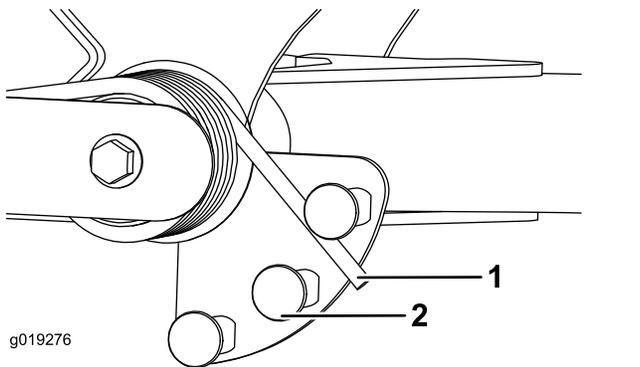

Bild 31
2. Stecken Sie ein Rohr oder ein ähnliches Objekt in das lange Federende und drehen Sie es um den Federaktuator in die gewünschte Stellung (Bild 31).